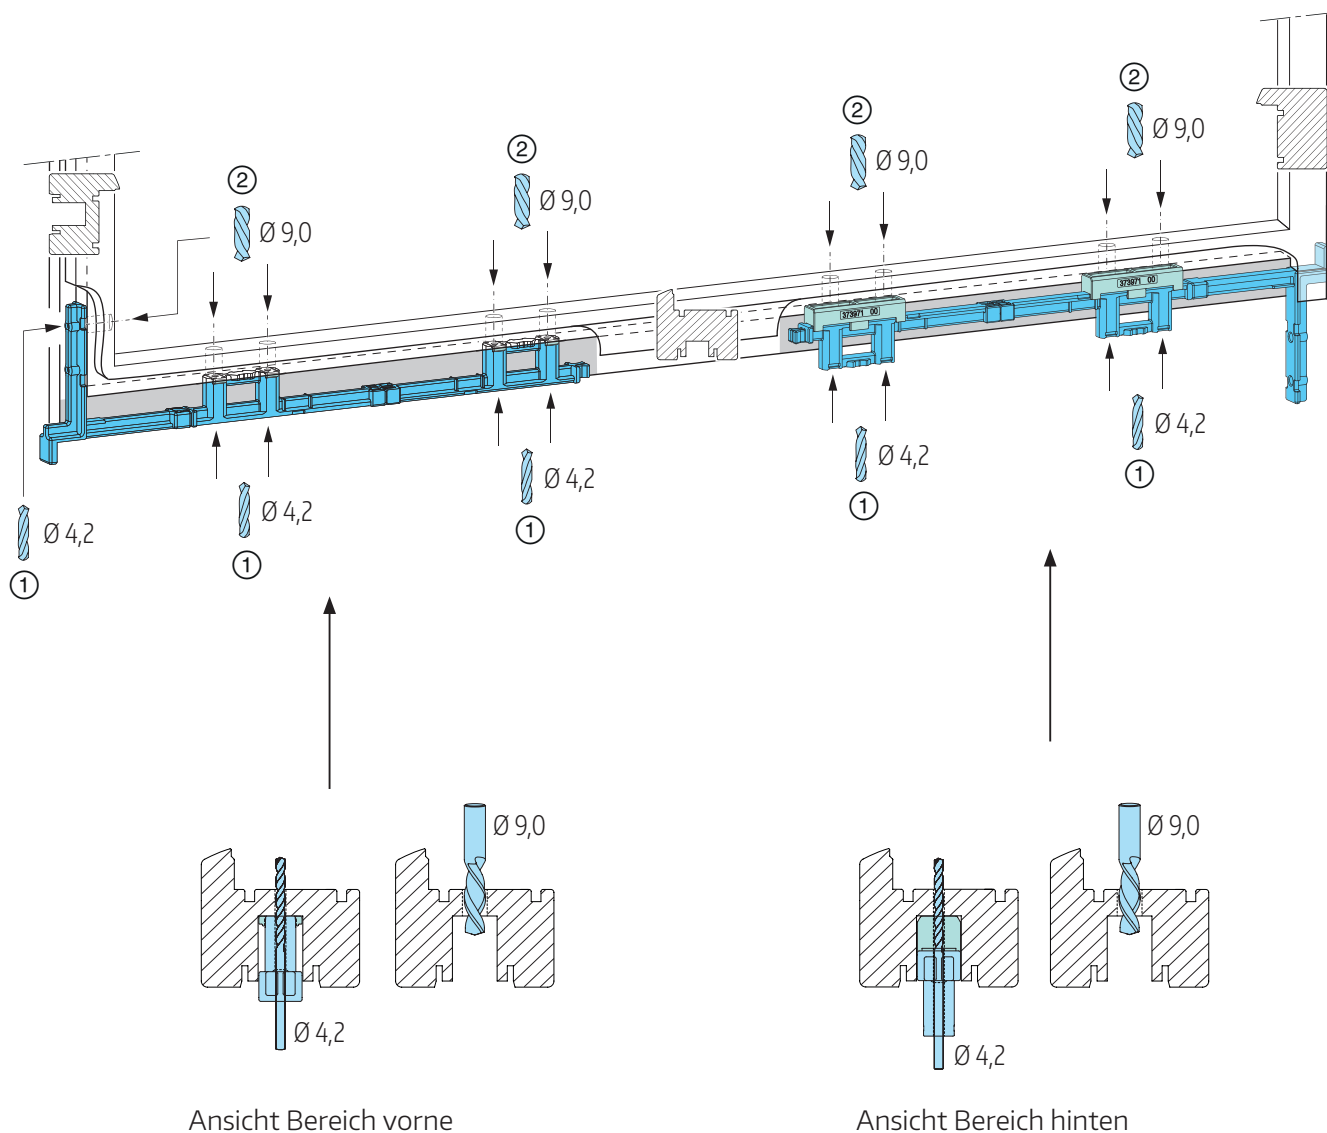

Abb. 5
Bohrlöcher mit  $\varnothing 4,2$  durchgängig bis in den Glasfalz bohren ①. Bohrlehre aus dem Flügelprofil entnehmen und Löcher zur Aufnahme von Gewindemuffen mit  $\varnothing 9,0$  aufbohren ② (**Abb. 5 beachten**).